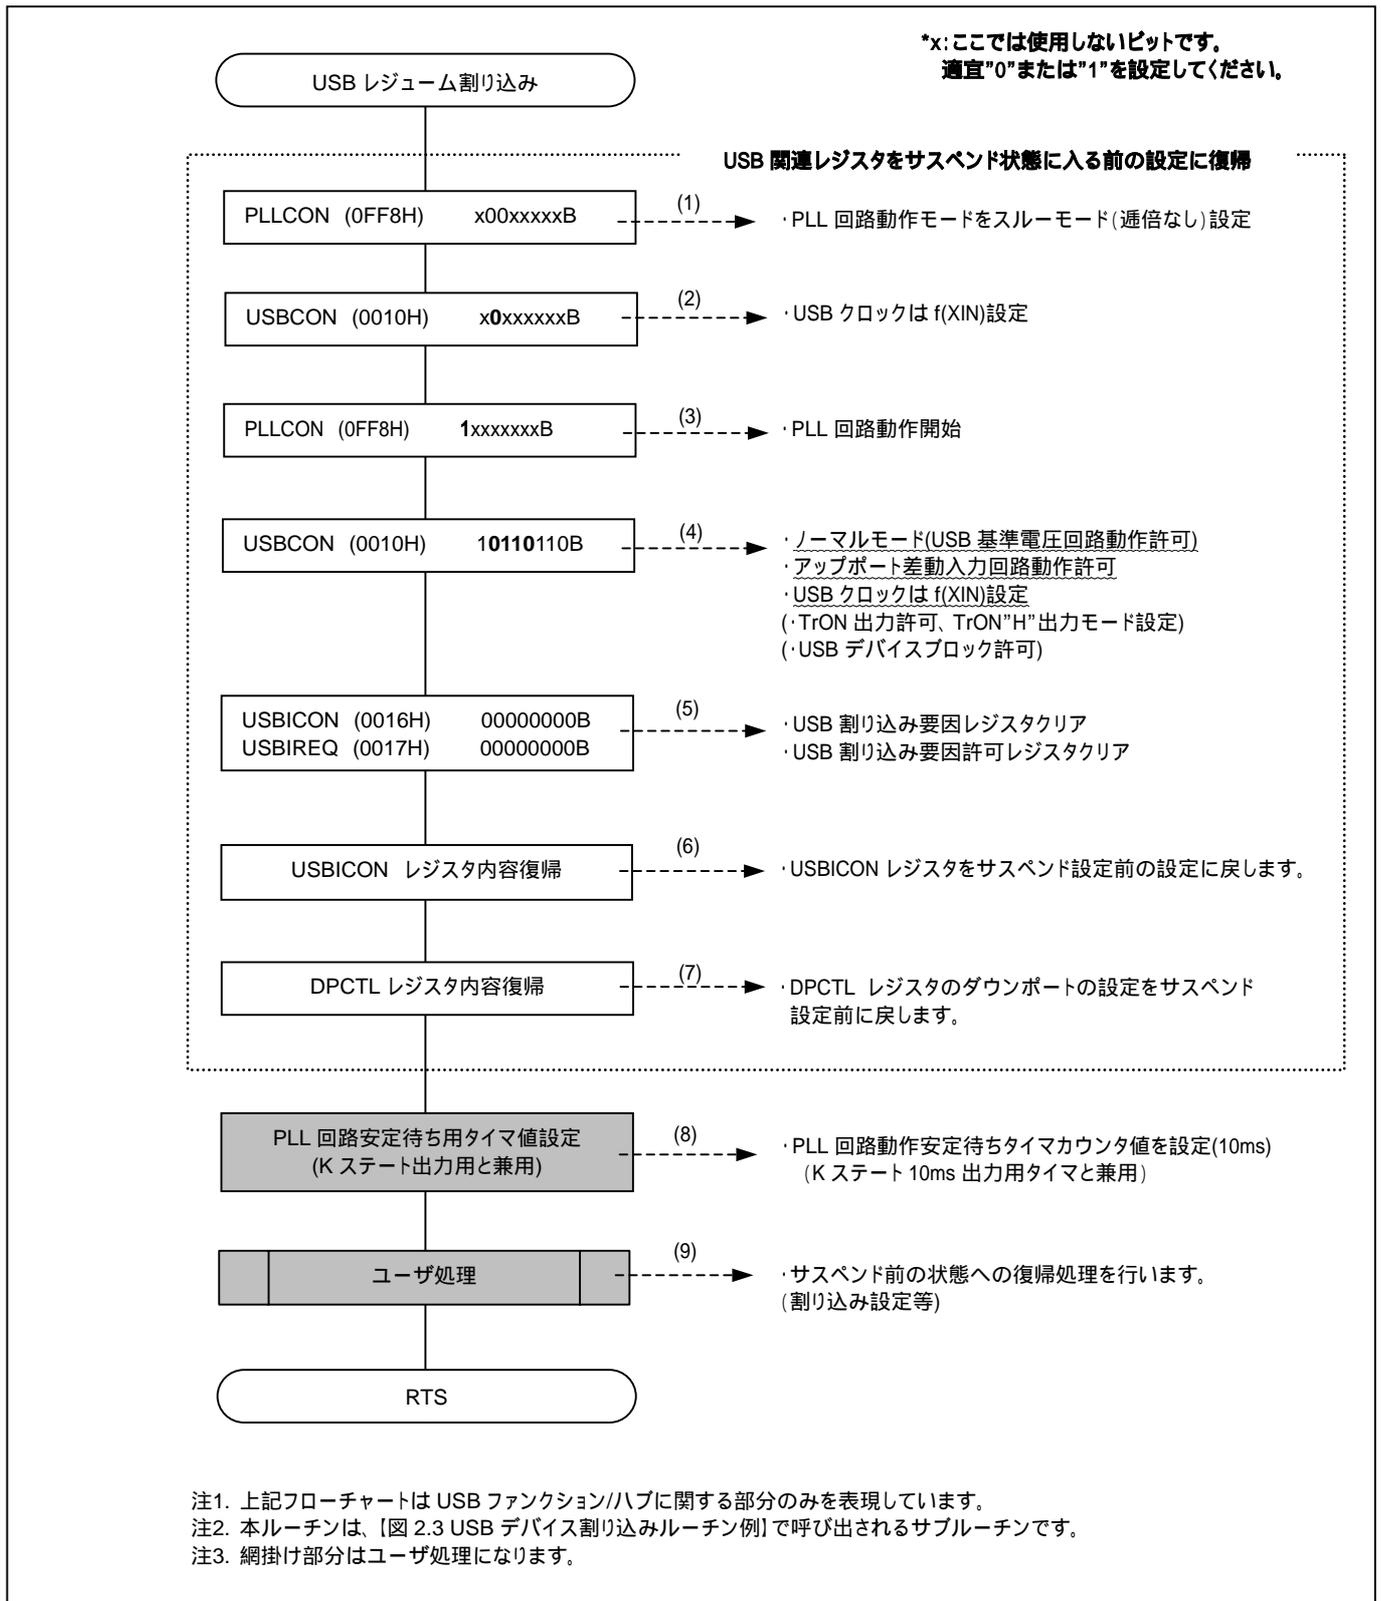

図 2.6 USB レジューム割り込みルーチン例
- ・USB レジューム割り込みが受け付けられた時の処理例を、図 2.6に示します。
【図 2.6 USBレジューム割り込みルーチン例】の補足事項は以下の通りです。